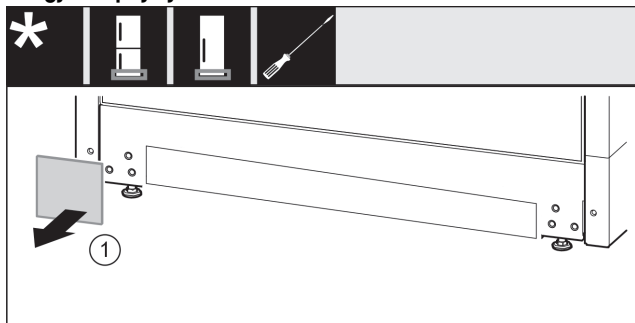

Fig. 13
- ▶ Hiqni kapakun mbulues. Fig. 13 (1)